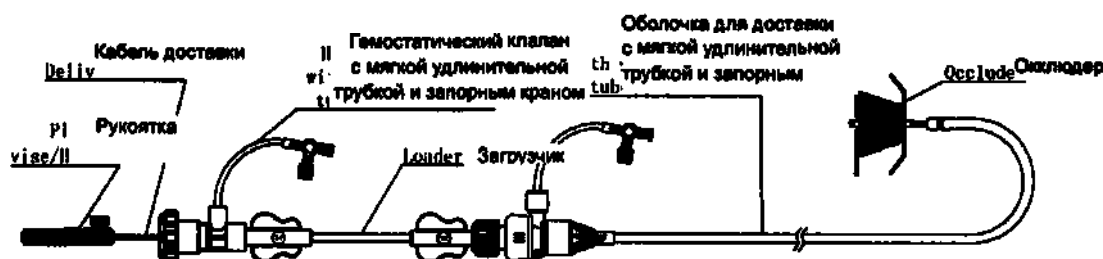

Рис. 2. Окклюдер KONAR-MF VSD и интродьюсер SteerEase
• Интродьюсер SteerEase (см. рис. 2)